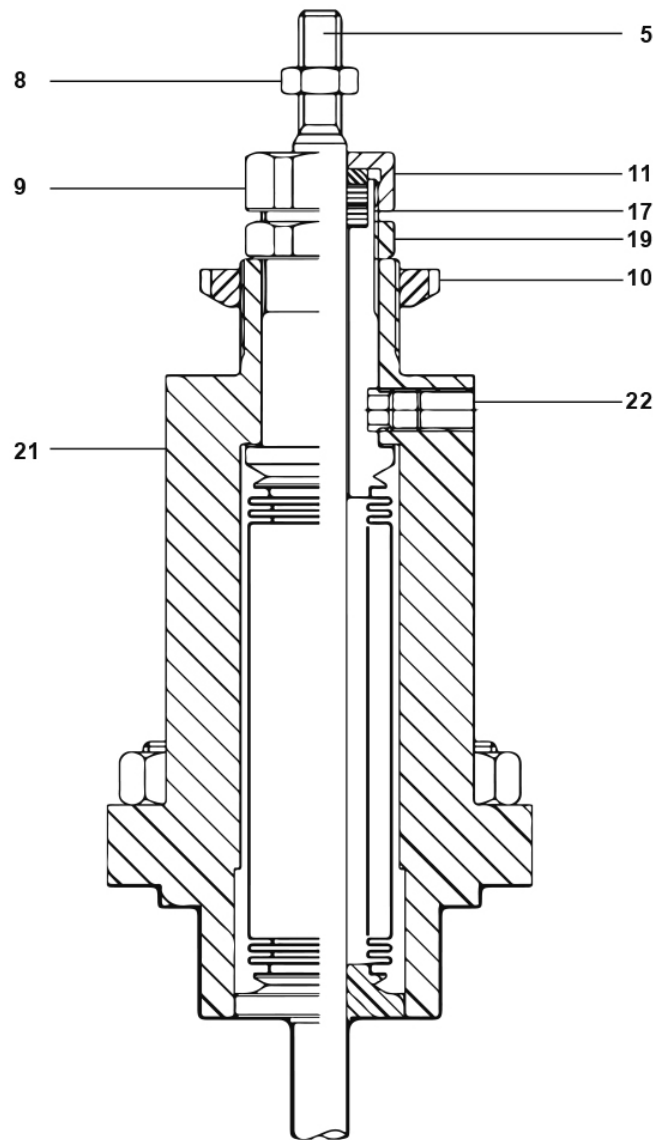

Fig. 10
4.3.1 Procédure pour le remplacement du soufflet d'étanchéité (se référer à la Fig. 10)